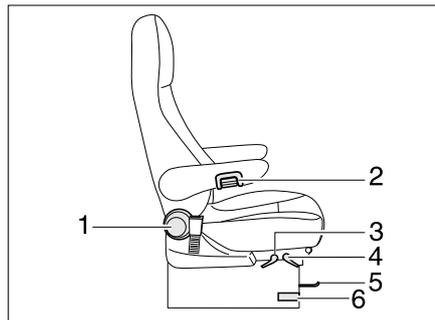
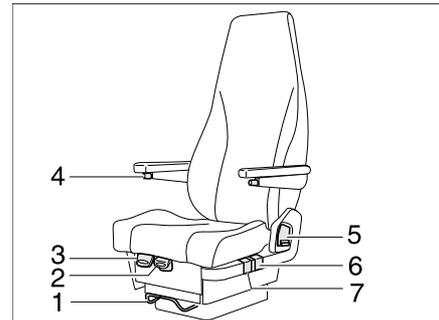

Bild 77 Fahrer- und Beifahrersitz (Aguti)
Bild 78 Fahrersitz und Beifahrersitz (SKA)
- Den Hebel zum Drehen des Sitzes (Bild 77,6 bzw. Bild 78,3) drücken oder ziehen. Der Sitz wird aus der Arretierung gelöst.